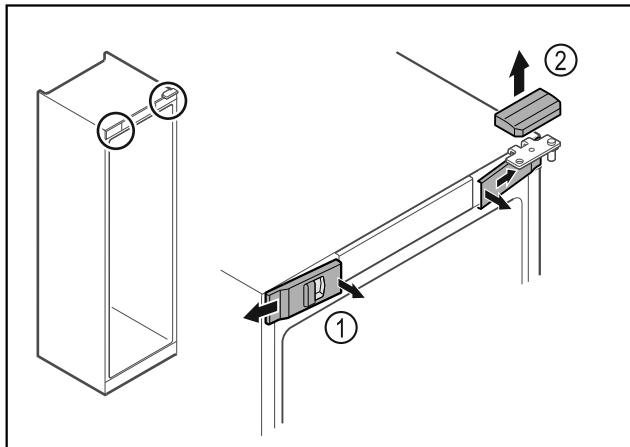

Fig. 16
- Desencazar las cubiertas delanteras Fig. 16 (1) del interior y dejarlas a un lado.
- Retirar hacia arriba la cubierta superior Fig. 16 (2).